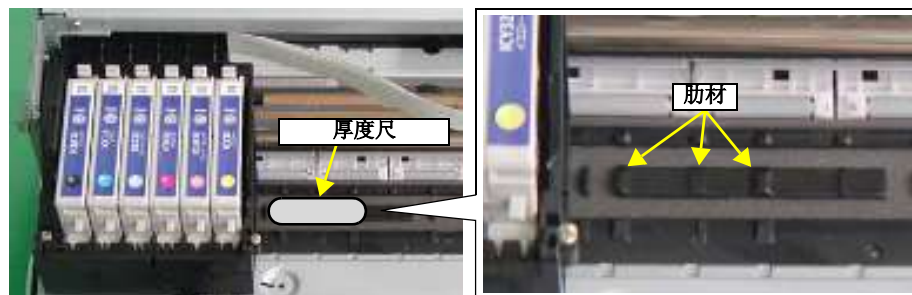

图 3-7. 设置厚度尺
10. 把字车移到打印机的最左边, 按照图 3-7 所示的方法把厚度尺 (1.31mm) 安装在前导纸板的肋材上 (X3)。